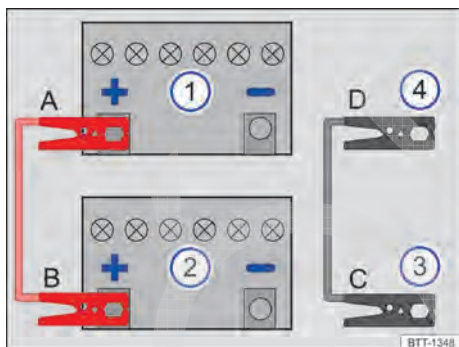

Fig. 248 Esquema para a conexão dos cabos auxiliares de partida.
Legenda para Fig. 248:
Conectar o cabo auxiliar de partida somente na sequência A – B – C – D → Fig. 248.
- Conectar uma extremidade do cabo auxiliar de partida *vermelho* ao polo positivo (+) do veículo com a bateria do veículo 12 V descarregada → Fig. 248 → .
- Conectar a outra extremidade do cabo auxiliar de partida *vermelho* ao polo positivo (+) da bateria do veículo 12 V fornecedora de corrente → Fig. 248 .
- Conectar uma extremidade do cabo auxiliar de partida *preto* → Fig. 248 , de preferência, num ponto de auxílio à partida (ponto de aterramento), ou então, numa peça metálica maciça firmemente aparafusada com o bloco do motor ou no próprio bloco do motor.
- Conectar a outra extremidade do cabo auxiliar de partida *preto* → Fig. 248 do veículo híbrido com a bateria 12 V descarregada, de preferência, a um ponto de auxílio à partida (ponto de aterramento), ou então, a uma peça
- Desconectar o cabo auxiliar de partida com o motor em funcionamento somente na sequência **D – C – B – A** → Fig. 248.